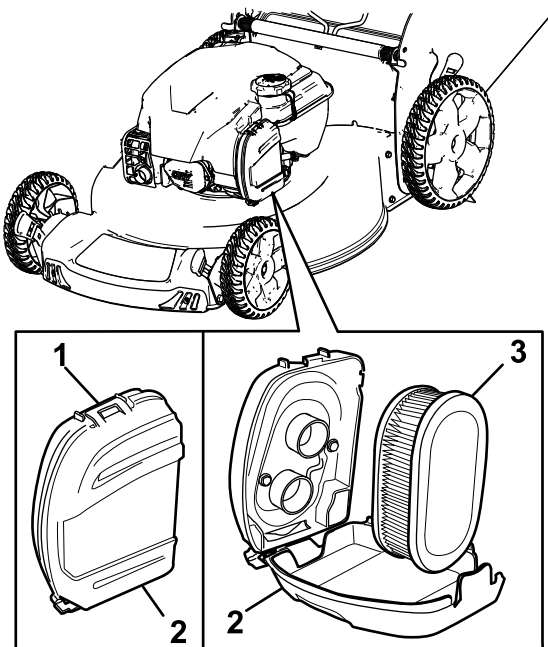

Figura 26
1. Desprindeți partea superioară a capacului filtrului de aer (Figura 26).
2. Îndepărtați filtrul de aer (Figura 26).